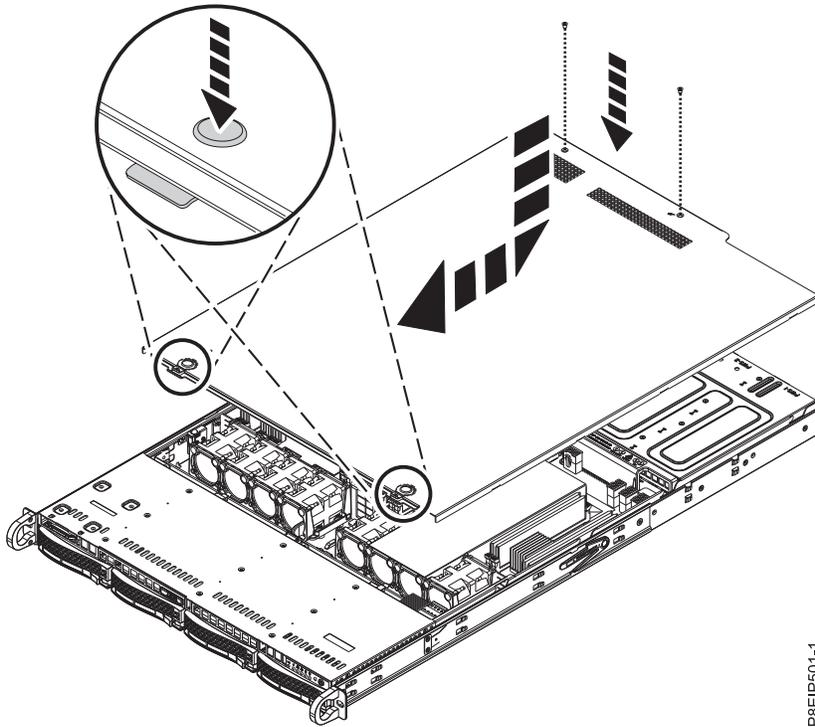

Abbildung 83. Abdeckung wiedereinbauen und befestigen
2. Schieben Sie die Abdeckung so weit nach vorne, bis sie einrastet (siehe Abb. 83).